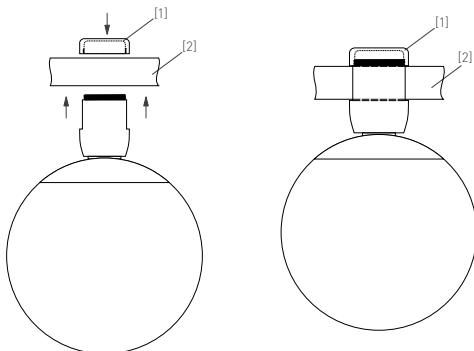

Рис. 2. Установка светильника
- Устройство крепления выполнено в виде завинчивающегося фиксатора с правой резьбой, который накручивается на верхнюю часть корпуса светильника. Открутите верхнюю часть фиксатора [1] у светильника, тем самым освободив установочное пространство. Установите светильник в необходимом месте шинопровода [2] и зафиксируйте его, закрутив верхнюю часть фиксатора светильника, как показано на рис. 2. Правильно установленный светильник будет удерживаться в шинопроводе при помощи до конца закрученного фиксатора [1].